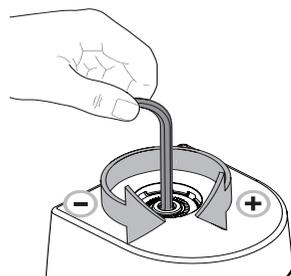

Abb. 7.2
- / **Druckerhöhung:** in Pfeilrichtung im Uhrzeigersinn drehen (Abb. 7.2) = Druck erhöhen (+) bei ständiger Sichtkontrolle des Manometers
- / **Druckminimierung:** in Pfeilrichtung entgegen dem Uhrzeigersinn drehen (Abb. 7.2) = Druck minimieren (-)
Gemäß Abb. 7.2 den Sechskant-Stiftschlüssel entgegen dem Uhrzeigersinn bis zum Anschlag drehen.